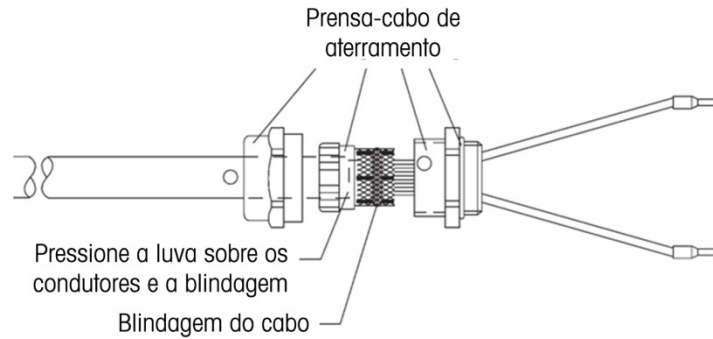

Figura 3-26: Preparação do cabo da bateria
6. Dobre os fios da blindagem sobre o componente plástico do prensa-cabo (Figura 3-26). Depois, prenda o conjunto no corpo metálico roscado do prensa-cabo.